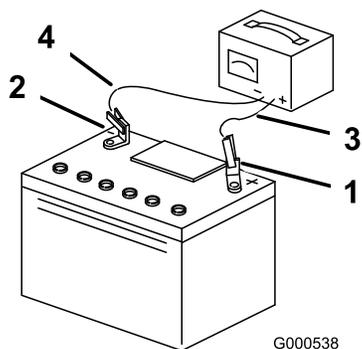

Bild 44
3. Ziehen Sie den Stecker des Ladegeräts aus der Steckdose, wenn die Batterie ganz aufgeladen ist. Klemmen Sie dann die Klemmen des Ladegeräts von den Batteriepolen ab (Bild 44).